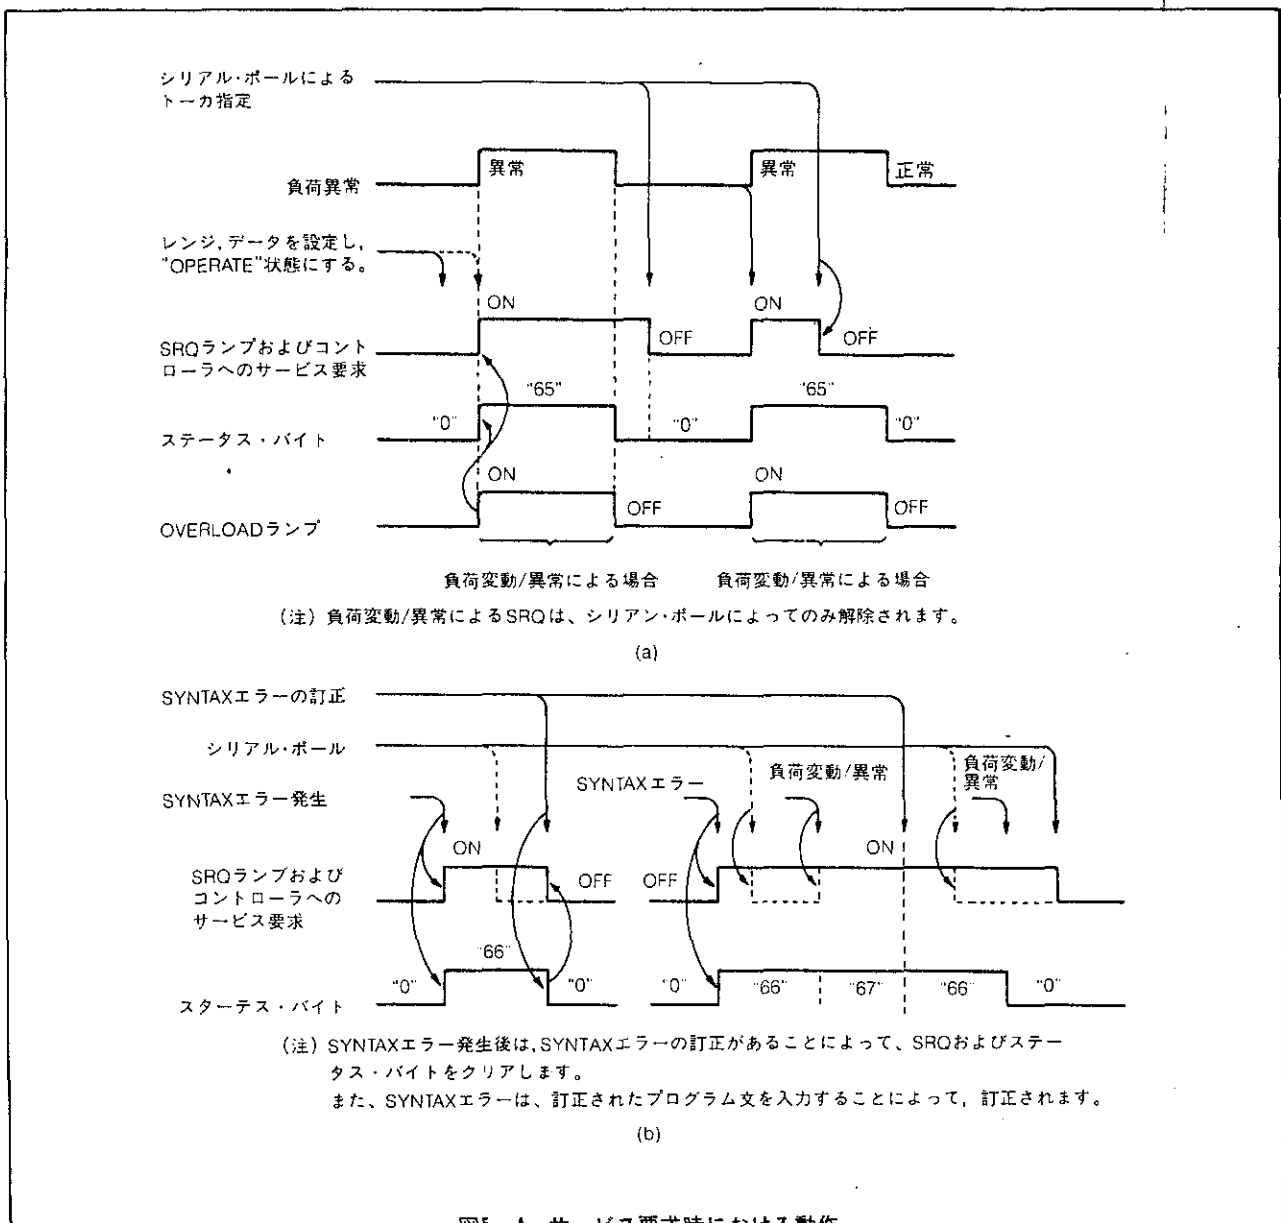

図5-4 サービス要求時における動作
- a. 「OVERLOAD」によるサービス要求発生の場合には、〔図5-4(a)〕に示すような動作状態となります。プログラム作成時に特に注意して下さい。
- b. SYNTAXエラーが発生した場合、および「OVERLOAD」とSYNTAXエラーが同時に発生した場合には、〔図5-4(b)〕に示すような動作状態となります。